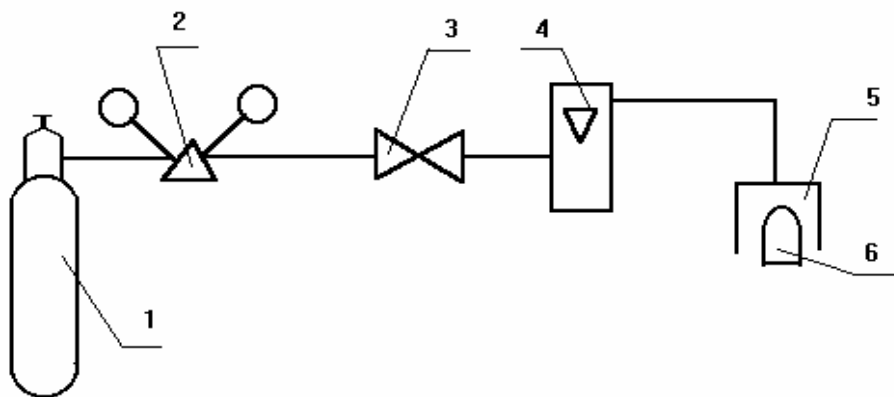

Рис.6. Схема поверки сигнализатора
- ◆ собрать схему измерений в соответствии с рис. 6;